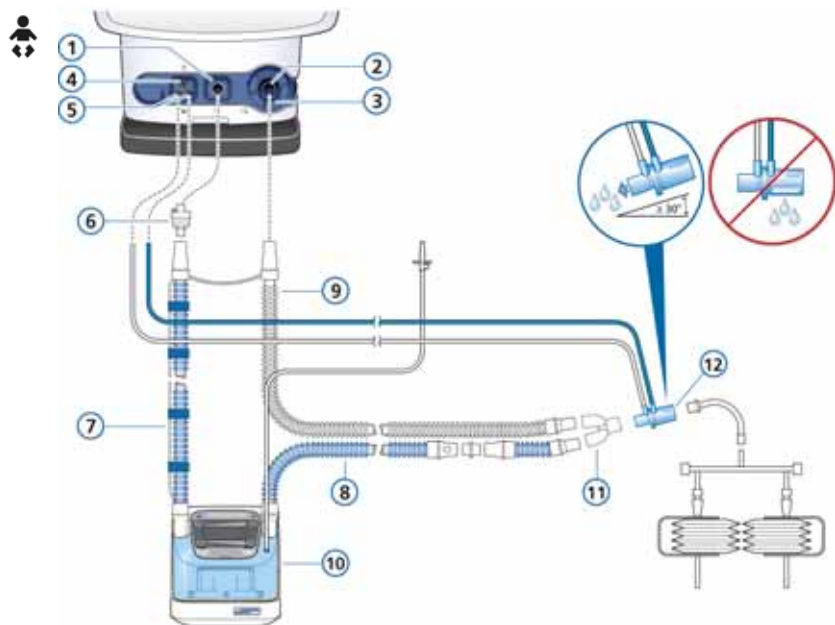
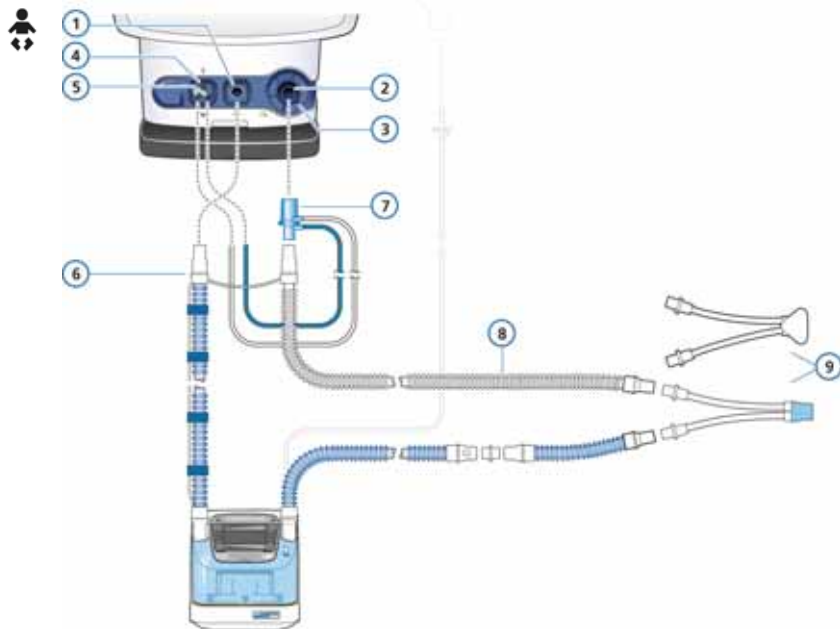

Рисунок 5-4. Дыхательный контур с У-образным коннектором и увлажнителем (неонатальный)
Рисунок 5-6. Дыхательный контур с увлажнителем для режима nCPAP-PS при неонатальной вентиляции
На рис. 5-4 и 5-5 представлены стандартные дыхательные контуры с увлажнителями или тепловлагообменниками/тепловлагообменниками с фильтрами, применяемые в большинстве режимов вентиляции. На рис. 5-6 показан стандартный дыхательный контур для режима nCPAP-PS.
- В режиме nCPAP-PS датчик потока подсоединяется к патрубку выдоха на одноименном клапане. См. рис. 5-6.